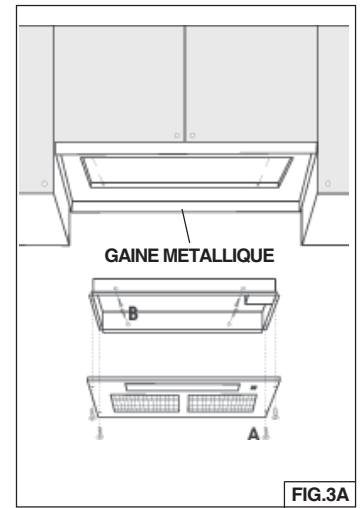

FIG.3A
3. **NOTE :** Pour les installations où le module se trouve à moins de 30 po au-dessus du plan de cuisson, il est recommandé de le monter dans un revêtement d'armoire en métal ou dans un matériau incombustible. Cette précaution facilitera le nettoyage et protégera l'armoire (Fig.3A).
4. Placer la hotte dans le meuble (Fig. 3) ou dans la gaine en métal (Fig. 3A) et la fixer à l'aide (4) des vis "B" de montage pour tôle.